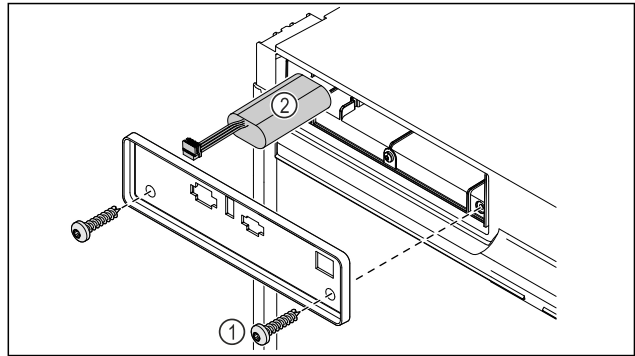

Fig. 228
- ▶ Desenroscar los tornillos y retirar la cubierta de la parte posterior del aparato Fig. 228 (1).
- ▶ Desconectar la batería y extraerla Fig. 228 (2).